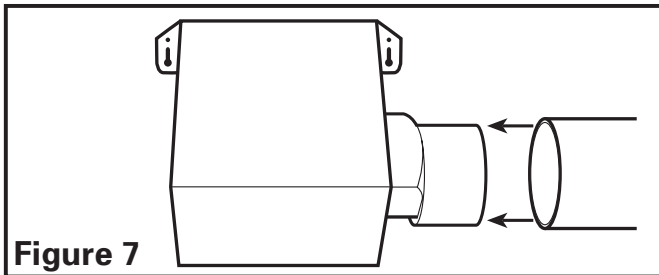

Figure 7
1. Raccorder le conduit au collet de conduit du ventilateur (**Figure 7**). Fixer en place à l'aide de ruban ou de serre-joint. Toujours évacuer le ventilateur vers l'extérieur au travers de chapeau mural ou de toit.